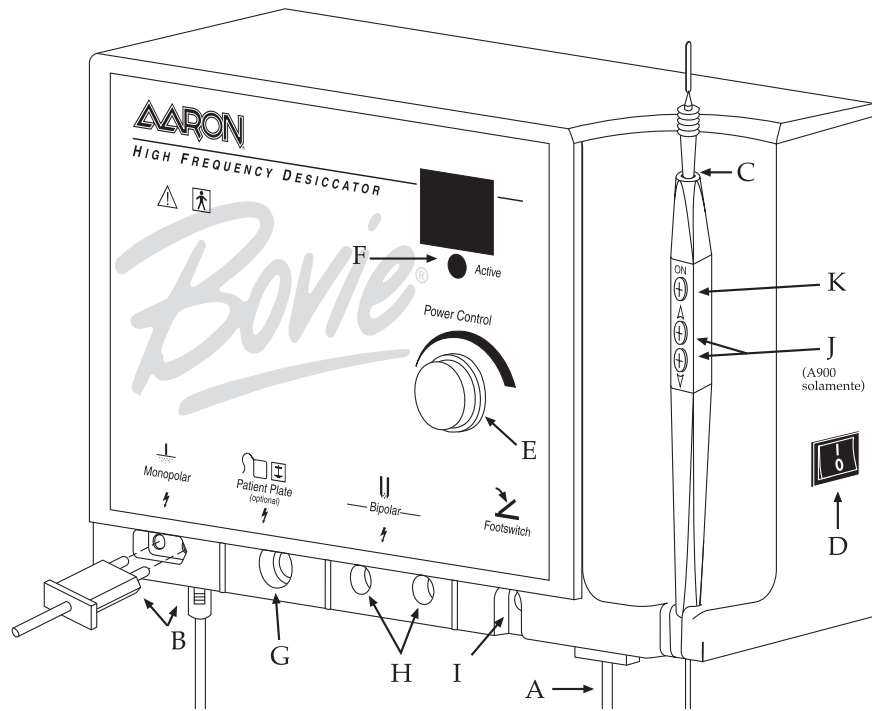

Figura 2
2. Conecte el enchufe hembra del cable de alimentación en la base de la unidad (vea la figura 2, letra A).
4. Conecte el aplicador a la salida monopolar de la parte inferior izquierda del frente de la unidad (vea la figura 2, letra B). El enchufe está diseñado para que la conexión encaje solamente en una dirección. Enchufe el pequeño conector redondo del aplicador (A900 solamente) en la conexión que se encuentra en la parte más inferior de la unidad (observe la figura 2, letra B). El aplicador de tres botones está diseñado para facilitar al doctor el control total inmediato en los ajustes de la potencia eléctrica de salida.
5. Deslice el electrodo estándar en el interior del aplicador hasta que esté firmemente asentado (observe la figura 2, letra C). El aplicador admite la mayoría de los electrodos estándar de 3/32 de pulgada.
7. Encienda la unidad, utilizando el interruptor que se encuentra en el panel del lado derecho de ésta (vea la figura 2, letra D).
8. Establezca la potencia de salida, ya sea utilizando el dial que se encuentra en la parte frontal de la unidad (vea la figura 2, letra E) o, en el caso de la unidad Aaron 900, utilizando solamente los botones de arriba y abajo que se encuentran en el aplicador (vea la figura 2, letra J). Cuando se esté ajustando el nivel de salida de corriente por medio del aplicador, sonará un tono audible para indicar que se ha cambiado el nivel de corriente. Soltando y presionando los botones de arriba y abajo se conseguirá que los ajustes de corriente cambien con más rapidez para un ajuste rápido de los parámetros de salida. La salida de corriente se muestra en incrementos de 0,1 vatios, por debajo de los 10 vatios, y en incrementos de números enteros cuando la escala es entre 10 y 30 vatios.
9. Para activar la unidad, quite el aplicador de su soporte. Coloque el aplicador en la posición deseada y suelte el botón de activación (consulte la figura 2, letra K). Cuando la unidad esté activada, sonará un tono audible y se iluminará la luz azul (vea la figura 2, letra F).
10. Para usar la placa de conexión a tierra opcional con el cable (A802EU), inserte el enchufe del cable en la salida de la placa de conexión a tierra (observe la figura 2, letra G) y conecte el otro extremo en la placa de conexión a tierra. La placa debe ser colocada debajo del paciente de forma que la placa entera esté cubierta por la piel desnuda del paciente. No aplique ningún tipo de gel ni cremas sobre la placa.
11. Para usar el cable bipolar opcional (A827EU), inserte las clavijas en las salidas bipolares (observe la figura 2, letra H). El cable es enchufado entonces en los fórceps. Una puerta deslizante detrás de las salidas monopolar y bipolar impide que el usuario utilice ambas simultáneamente.
12. El interruptor de pie opcional es enchufado en la salida diseñada para éste y colocado sobre el suelo (vea la figura 2, letra I). El interruptor de pie puede ser utilizado con procedimientos monopolares y debe ser utilizado con procedimientos bipolares.